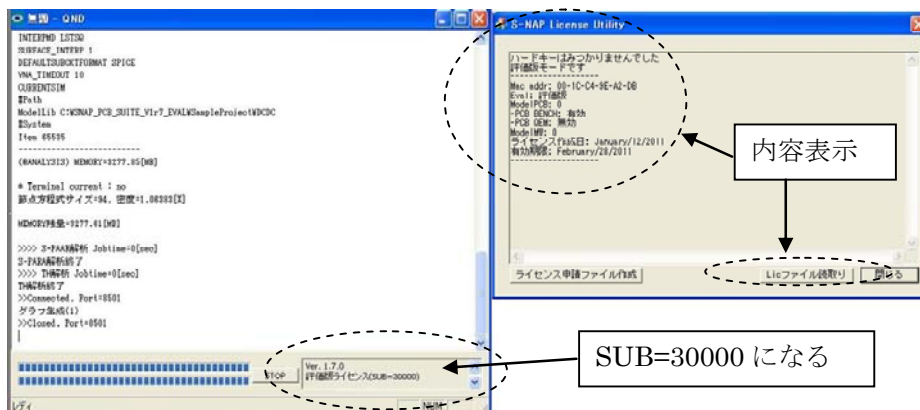

図3 ライセンスファイルの確認
- (6) 弊社にてライセンスファイル「SNAPLICENSE.LIC」を返送しますので、このファイルを S-NAP PCB Suite（評価版）のインストールホルダに置いてください。
- (7) ライセンス**有効期限は、発行日より 120 日間**です。
- (8) ライセンスは同一コンピュータで複数回の発行はできません。
- (9) サブセクション数の拡張およびライセンス期限は、図 3 のように、S-NAP PCB Suite を起動したときに同時に起動される「QND.EXE」の右下のダイアログか、ライセンスマネージャの [Lic ファイル読取り] ボタンで確認することができます。ライセンスが有効の場合、「SUB=30000」となり、テストベンチにて 30000 サブセクションまで解析が可能になります。